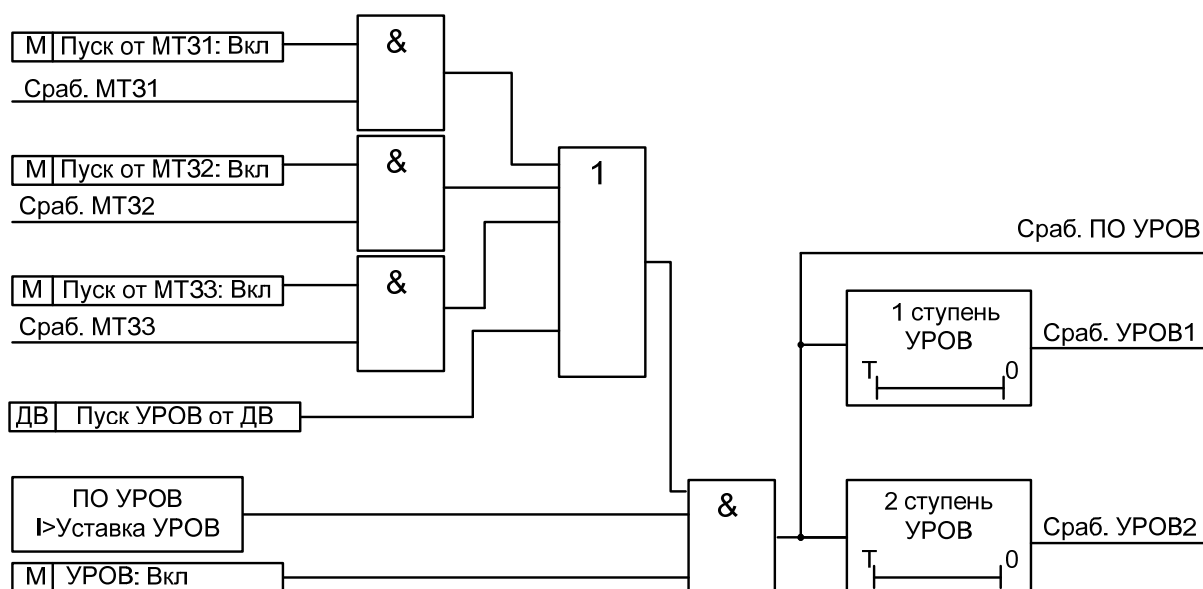

Рис. 16 Функциональная схема блока УРОВ
2.5.7 Функциональная схема работы УРОВ приведена на рис.16.